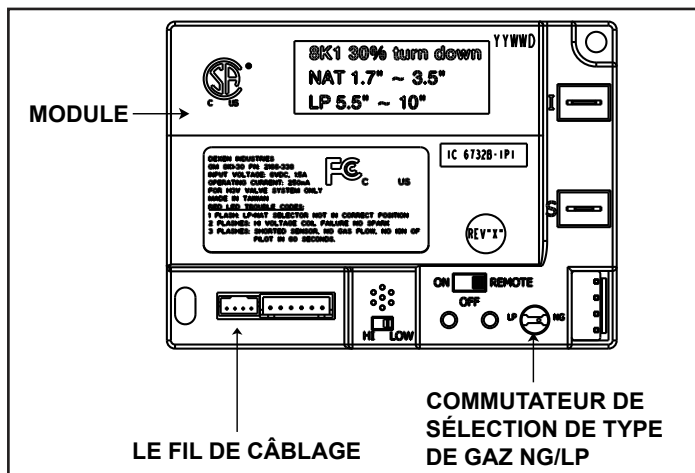

Figure 3.6. - Module de commande
1. Le module de commande est équipé d'un commutateur de sélection « ON/OFF/REMOTE » qui doit être réglé. Voir la Figure 3.6.
- Localisez le module du commutateur de sélection. (Voir la figure 3.6.).
- Attendez cinq (5) minutes pour dissiper les gaz.